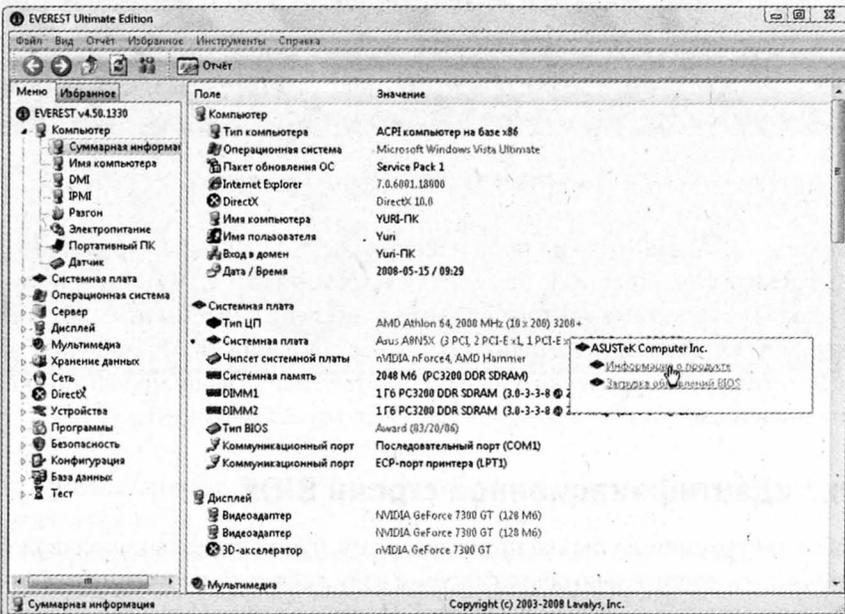

Рис. 15.2. В программе EVEREST есть прямые ссылки на сайты производителей
- ❑ **EVEREST** (<http://www.lavalys.com>). Эта программа полностью аналогична SiSoftware Sandra, только могут немного отличаться названия разделов. Ее плюс — указание в отчетах прямых ссылок на сайты производителей обнаруженного оборудования (рис. 15.2).